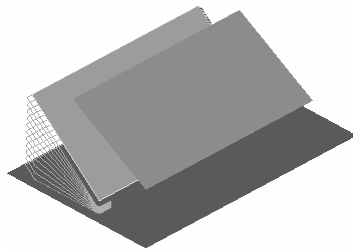

图 2-195 合并
- **【合并】**：沿刀轴向下偏置顶部轮廓线，同时向上偏置底部轮廓线，并将偏置出的轮廓线进行合并，如图 2-195 所示。